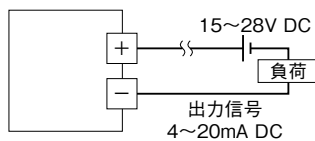

図 6 端子接続図
- ① 本体カバーの 6 本の穴付ボルトを緩め、カバーを開きます。
- ② 電気配線引込み器具(以後「引込み器具」と略します)のナットを緩め、ナットとリングを取外します。
- ③ 引込み器具のグラウンドをスパナなどで緩め、これを取外します。また、グラウンドのクランプ板を取外しておきます。
- ④ 引込み器具のニップル内に組込まれているパッキンとスリップリングを取外します。
- ⑤ ケーブルを上記ナット、リング、グラウンド、スリップリング、パッキンの順に通したうえで、ニップルを通して本体内の端子台へ導きます。
- ⑥ 図 6 の端子接続図を参照して、端子を接続します。
- ⑦ カバーを 6 本の穴付ボルトとバネ座金で密閉します。このとき、トリマケーブルを本体とカバーの間に挟まないよう注意して下さい。
- ⑧ パッキンとスリップリングをニップルに入れ、ケーブルを軽く引張っても動かない程度から更に 1 回転、グラウンドを締付けます。このとき、クランプ板が取付けにくい位置であれば、その位置から±1/3 回転の範囲で回転を調整して下さい。
- ⑨ ニップルに付属の穴付止めねじを締めて、緩止めを行って下さい。
- ⑩ クランプ板を付属のなべ小ねじを用いて、取付けて下さい。
- ⑪ リングが軽く回転する程度にナットを締付けます。
- ⑫ リングに電線保護管を接続します。
- ⑬ ナットをリングが動かなくなるまで締付けます。